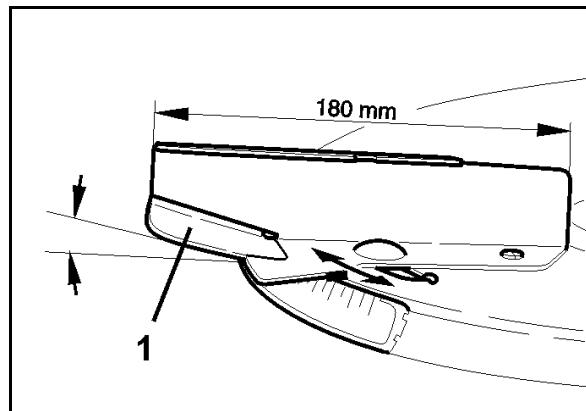

Fig. 58
De korteste spredevingene er utstyrt med dreieklaffer som kan dreies uten bruk av verktøy (Fig. 58/1). Dette muliggjør delgjødsling i korn med en plantehøyde på opptil 1 meter **uten annet tilbehør**.
3. Sving spredevingenes dreievinger (Fig. 58/1) til ønsket posisjon for normal- eller sengjødsling.